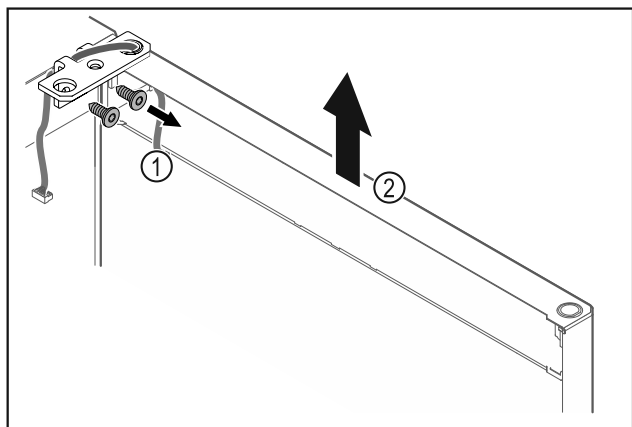

Fig. 24
- Scharnierhoek Fig. 24 (1) losschroeven.
- Deur inclusief scharnierhoek Fig. 24 (2) circa 200 mm recht omhoog tillen en verwijderen.